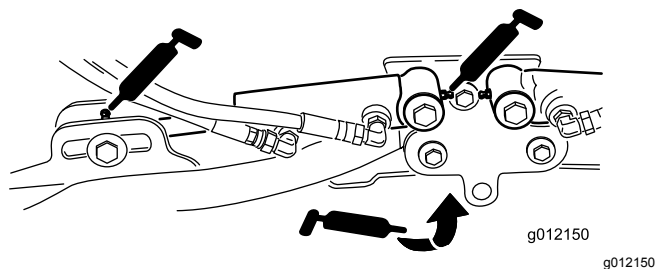

Figura 76
- Cilindros del brazo de elevación de la unidad de corte (2 en cada) (Figura 76)
- Pivotes del brazo de elevación (1 en cada) (Figura 76)